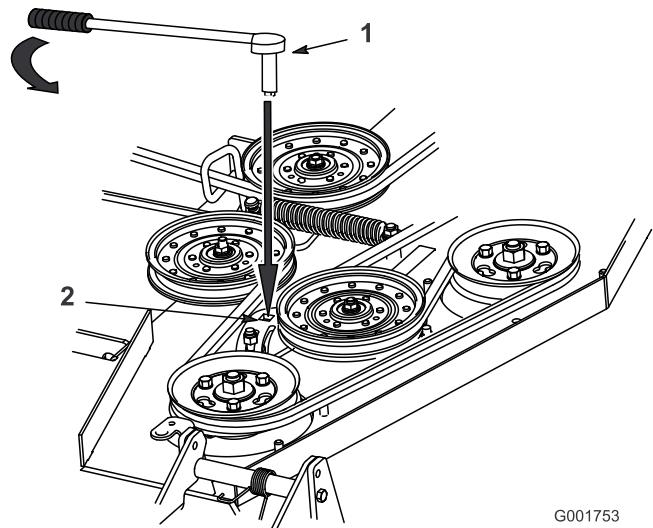

Figure 56
5. Si un réglage est nécessaire, desserrez la plaque du bras de tension et effectuez le réglage (Figure 56).
6. Insérez un manche à rochet ou une barre de levier dans le trou carré de la plaque pour régler la tension (Figure 56).
7. Pour augmenter la tension de la courroie, tournez le manche à rochet ou la barre de levier pour déplacer la poulie fixe jusqu'à ce que vous sentiez une résistance et que la poulie de tension rappelée par ressort cesse de bouger (Figure 56).
8. Tout en maintenant la courroie tendue, serrez les boulons de fixation de la plaque du bras de tension (Figure 56).
10. Réglez la tension de la courroie et la plaque de la poulie de tension , le cas échéant, et serrez fermement toutes les fixations (Figure 56).